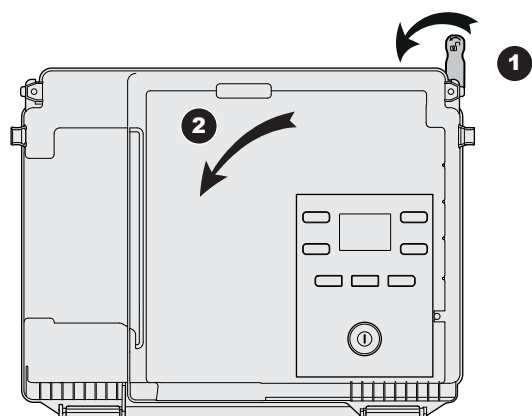

fig. 35 - Apertura del pannello elettrico
- Far ruotare il pannello elettrico (fig. 35),
- Scollegare il tubo di scarico della condensa ①.
- Togliere il silenziatore (vedere testo a fronte - ② - ③).
- Svitare i dadi della porta focolare ④. Quindi svitare il dado della valvola gas ⑤. Non smontare la clip venturi ⑥.
- Smontare il gruppo ⑦. Fare attenzione alla guarnizione e al diaframma gas.